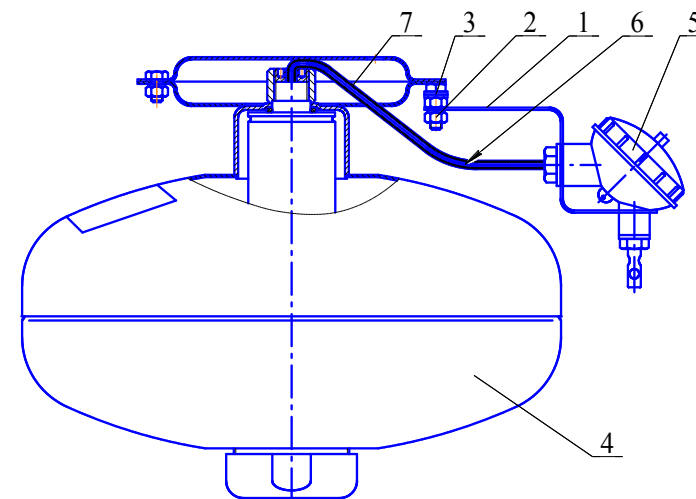
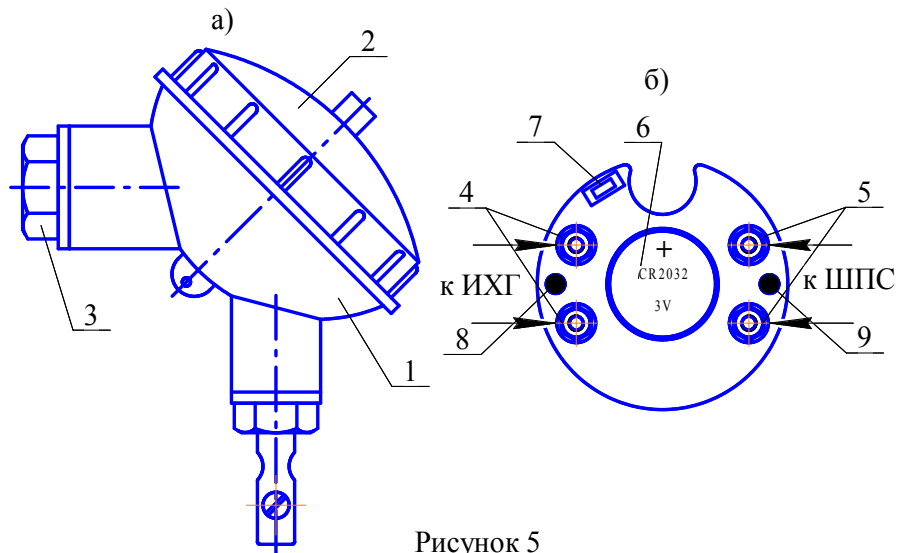

Рисунок 3
Рисунок 5
4.3.1.1 На кронштейне 1, закрепленном гайкой 2 на заземляющем зажиме 3 МПП 4 (см. рисунок 3), установлен электронный узел запуска (устройство пусковое температурное) 5. Вывода 6 элемента электропускового ИХГ, вставленные в трубку ПВХ 7, через гермоввод соединены с электронным узлом запуска 5.
6.4.2 Гайкой 2 (см. рисунок 3) закрепить на корпусе МПП кронштейн 1.
6.4.3 С корпуса 1 электронного узла запуска (см. рисунок 5) открыть крышку 2 и винт 3. Через отверстия винта 3, кронштейна 1 (см. рисунок 3) в гермоввод электронного узла запуска ввести провода элемента электропускового ИХГ и при необходимости ШПС. Винтом 3 согласно рисунку 3 закрепить на кронштейне электронный узел запуска.